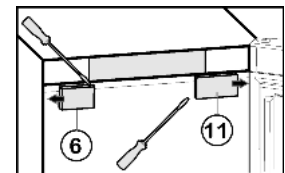

Fig. 5
- ▶ Установите крышку *Fig. 5 (6)* снаружи со стороны шарнира с поворотом на 180° и защелкните ее.
- ▶ Установите крышку *Fig. 5 (11)* снаружи со стороны шарнира с поворотом на 180° и защелкните ее.